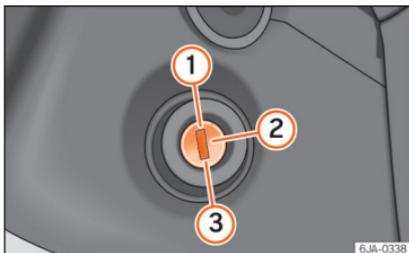

Abb. 211 Positionen des Zündschlüssels
- Während der Fahrt mit stehendem Motor muss der Zündschlüssel immer in der Stellung ② »» » **Abb. 211** »» Seite 210 (Zündung eingeschaltet) sein. Diese Stellung wird durch Aufleuchten von Kontrollleuchten signalisiert. Wenn das nicht der Fall ist, könnte es unerwartet zur Verriegelung der Lenkung kommen - Unfallgefahr!
- Der Anlasser darf nur betätigt werden (Zündschlüsselstellung ③ »» » **Abb. 211** »» Seite 210), wenn der Motor steht. Wird der Anlasser bei eingeschaltetem Motor betätigt, kann er beschädigt werden.
- Kupplungspedal ganz durchtreten und Motor starten **3** »» Abb. 211 »» Seite 210, ohne das Gaspedal zu betätigen. Halten Sie das Kupplungspedal getreten, bis der Motor anspringt.
Den Motor schalten Sie durch Drehen des Zündschlüssels in Stellung **1** »» Abb. 211 »» Seite 210 aus.